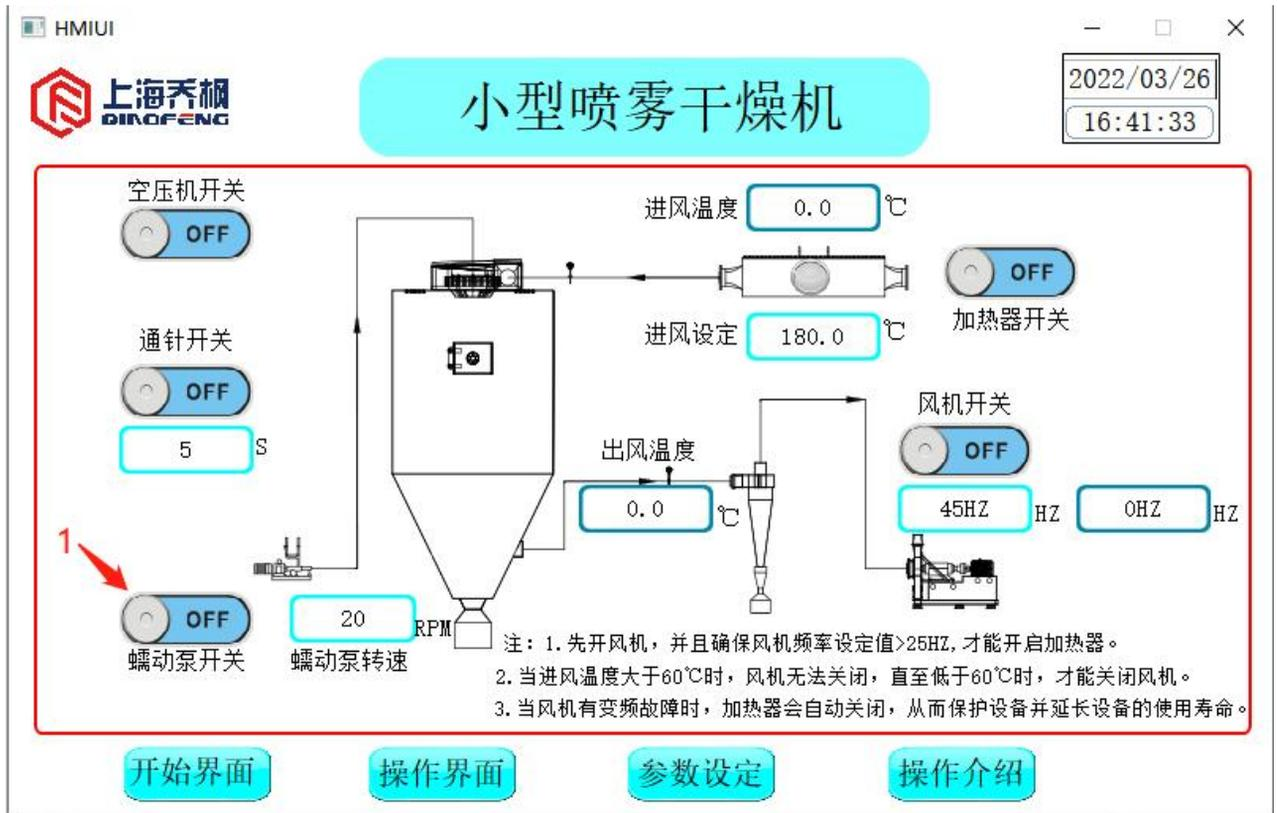

图 9
(7) 点击“蠕动泵开关”1，停止蠕动泵电机。显示状态如图 9 所示。